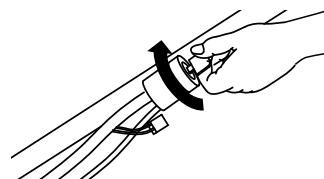
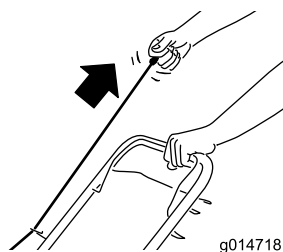

Figura 15
Figura 16
2. Rode a chave (apenas modelos de arranque elétrico; consulte a Figura 15) ou puxe o manípulo do arrancador de retrocesso (Figura 16).